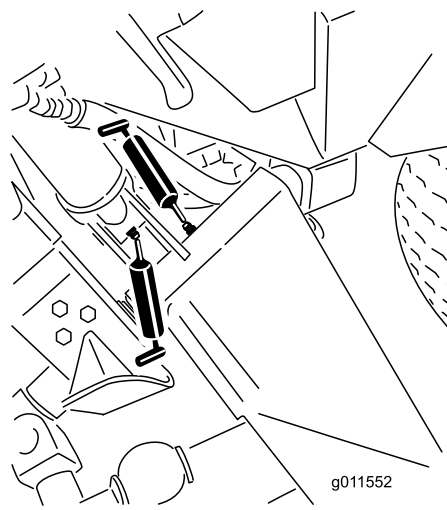
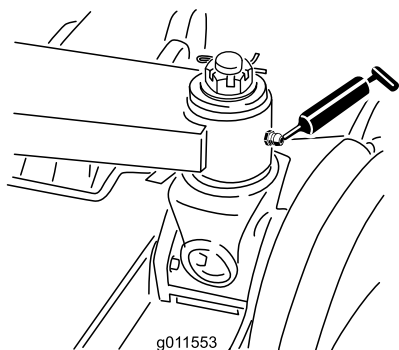

Figure 84
Figure 85
- 6 bagues de bras de levage principal (Figure 84 et Figure 85)